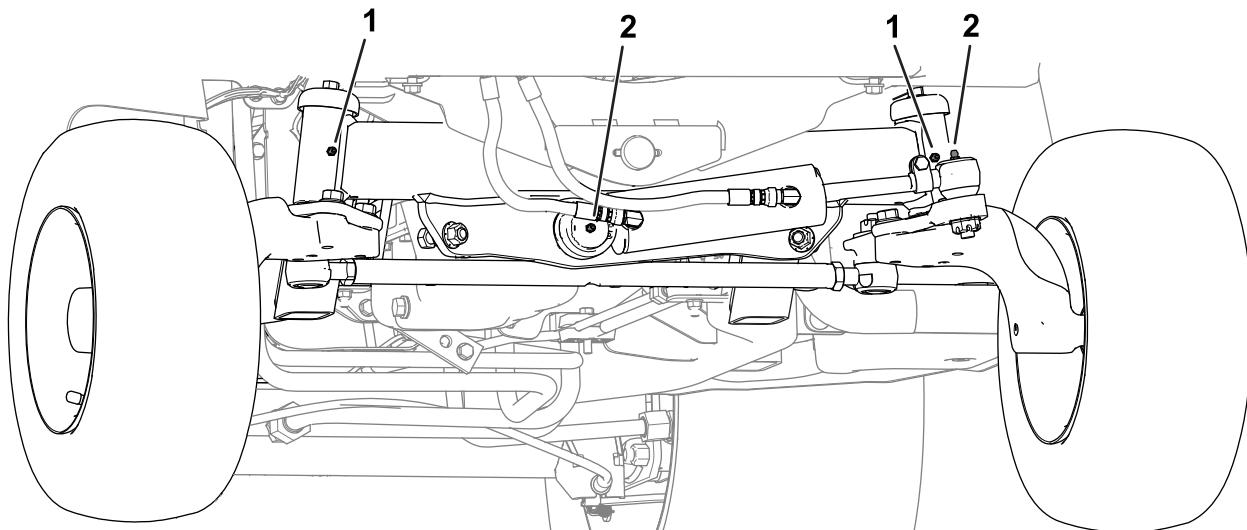

**Figura 50**
- Parte delantera de la máquina (Figura 50):
- Bujes pivotantes del accesorio (2)
- Casquillos de los cilindros de elevación (2)
- Pasadores de giro de los brazos de elevación (2)